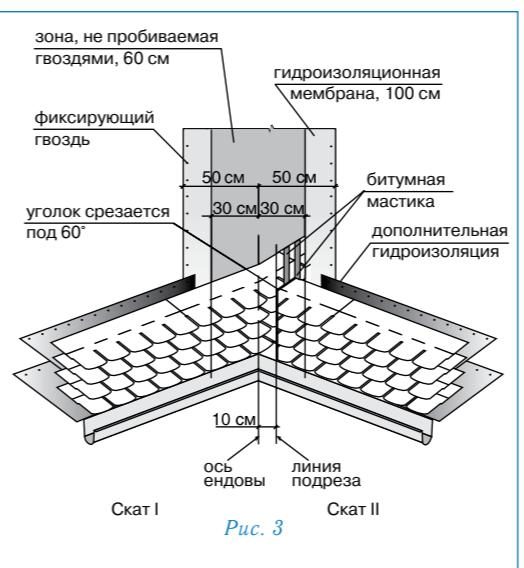

Рис. 3
### Ендова (рис. 3)
- лист, подходящий к ендove со ската II, должен доходить до линии подрезки и обрезаться по ней. Верхний уголок обрезанного края листа подрезается под углом 60° (5×3 см — рис. 3);